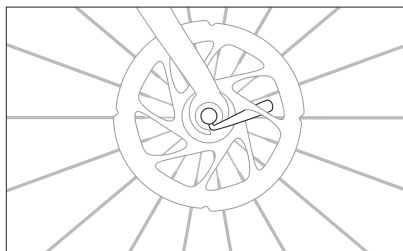

Figura 2.4
2. Stringere e chiudere lo sgancio rapido posizionandolo correttamente all'interno dei forcellini quando. Se lo sgancio rapido non è chiuso correttamente (in linea con la catena), la leva può interferire con il disco del freno (Figura 2.4).